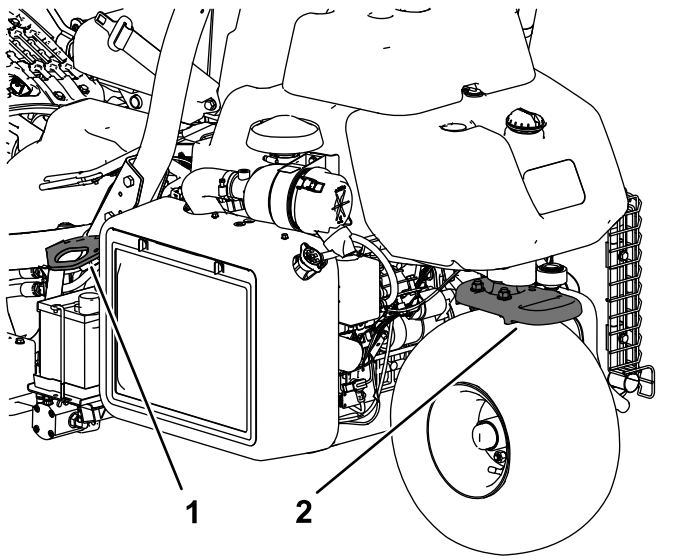

Figura 28
- Fissate saldamente la macchina con cinghie, catene, capi o corde. Le cinghie anteriori e posteriori dovranno essere rivolte verso il basso e all'esterno rispetto alla macchina (Figura 28).